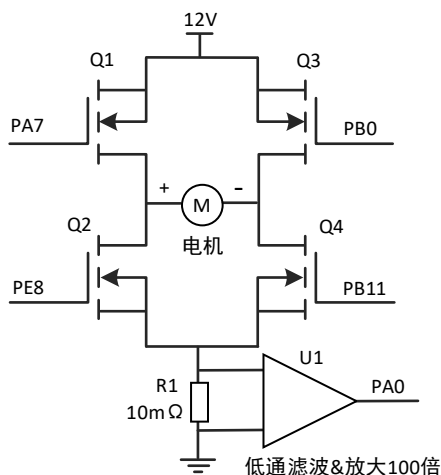

图 8 电机控制 H 桥和电流采集电路
图 8 为某系统中的电机控制电路, 主要包含四个 MOS 管构成的 H 桥电机驱动电路、电流采样电阻 R1 和低通滤波&放大电路等。其中 R1 电阻的阻值为 10 毫欧姆, U1 为低通滤波和放大电路, 放大倍数为 100 倍, 放大后的信号连接到 STM32F407 的 PA0 引脚作为 AD 采样的输入, 并且在电路设计时, 选择 ADC 的参考电压 Vref 为 3V。STM32F407 的引脚 PA7、PE8、PB0 和 PB11 分别接到 MOS 管 Q1、Q2、Q3 和 Q4 栅极。
(2) (4 分) 图 8 中假设电机 “+” 极通以正电压, 电机实现正转, 电机的平均电压可以实现 0V-12V 的调节, 对应的油门范围为 0%-100%, 采用全桥驱动。那么, 如果要想实现电机正转, 当油门为 50% 时, PA7、PE8、PB0 和 PB11 引脚分别输出波形是什么?